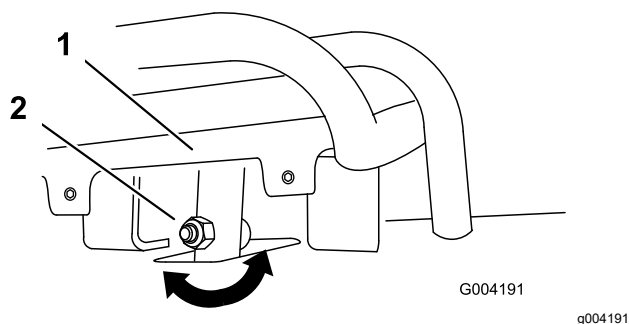
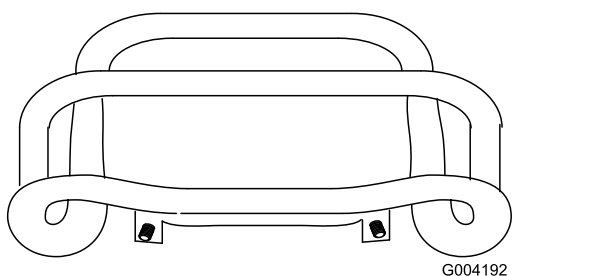

Figure 54
Figure 55
4. Si l'avant de la commande de déplacement n'est pas d'équerre et de niveau avec la barre de référence, desserrez l'écrou et le boulon à embase de la tige de la commande de déplacement (Figure 54).
5. Réglez la commande de déplacement de sorte qu'elle soit de niveau et en appui contre la barre de référence lorsqu'elle est tirée tout droit en arrière (Figure 54 et Figure 55).